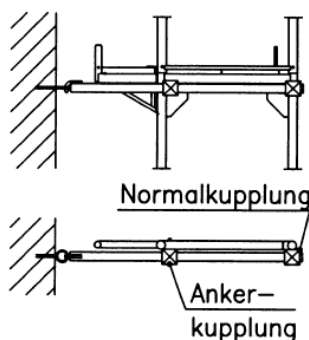

Bild 20d: Gerüsthalter
- Gerüsthalter, die am Außenständer mit einer Normalkupplung angeschlossen und neben dem Innenständer mit einer Ankerkupplung in der Knotenblechaussparung fixiert werden (Bild 20d).